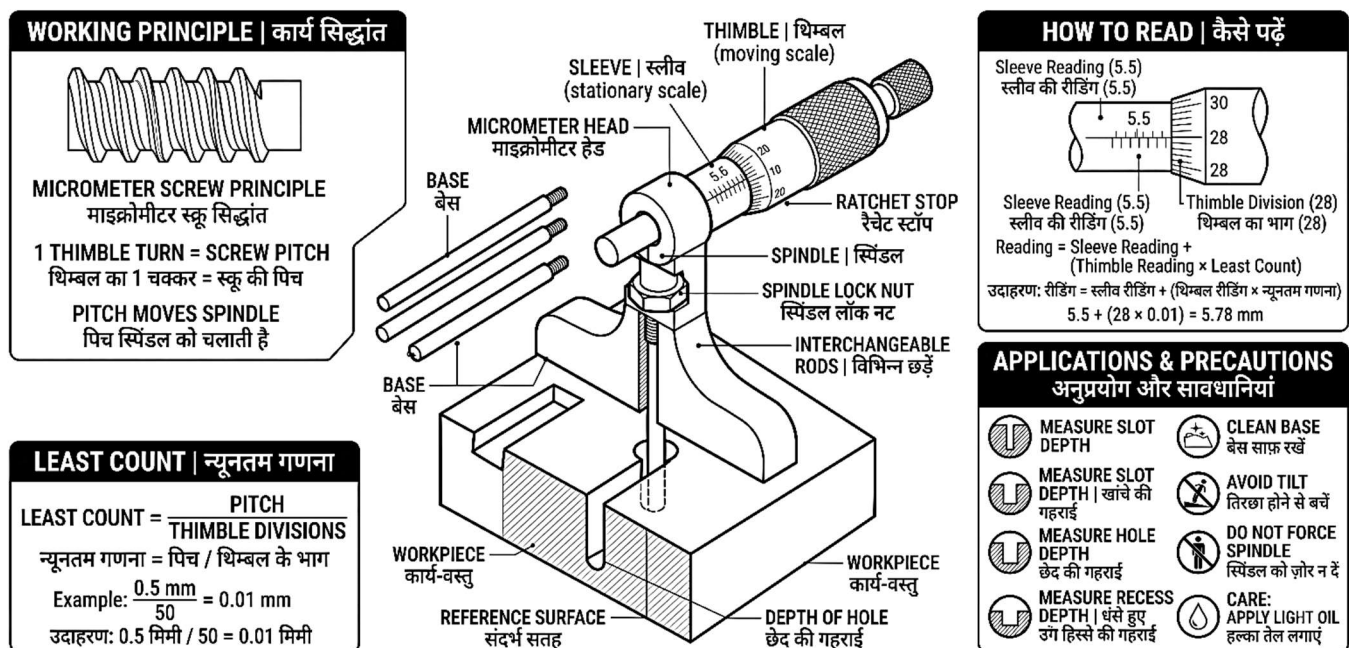

Fig. 2.2: Depth Micrometer | डेप्थ माइक्रोमीटर
2.2.1 Introduction (Fig. 2.2)
2.2.1 परिचय (Fig. 2.2)